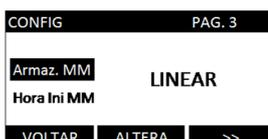
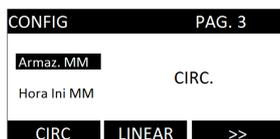

Figura 2
Figura 3
- 2) Para alternar entre “Linear” e “Circular”, pressione **ALTERA** na situação descrita na figura 2. Depois, pressione a tecla correspondente a opção desejada e confirme com **>>** (figura 3).